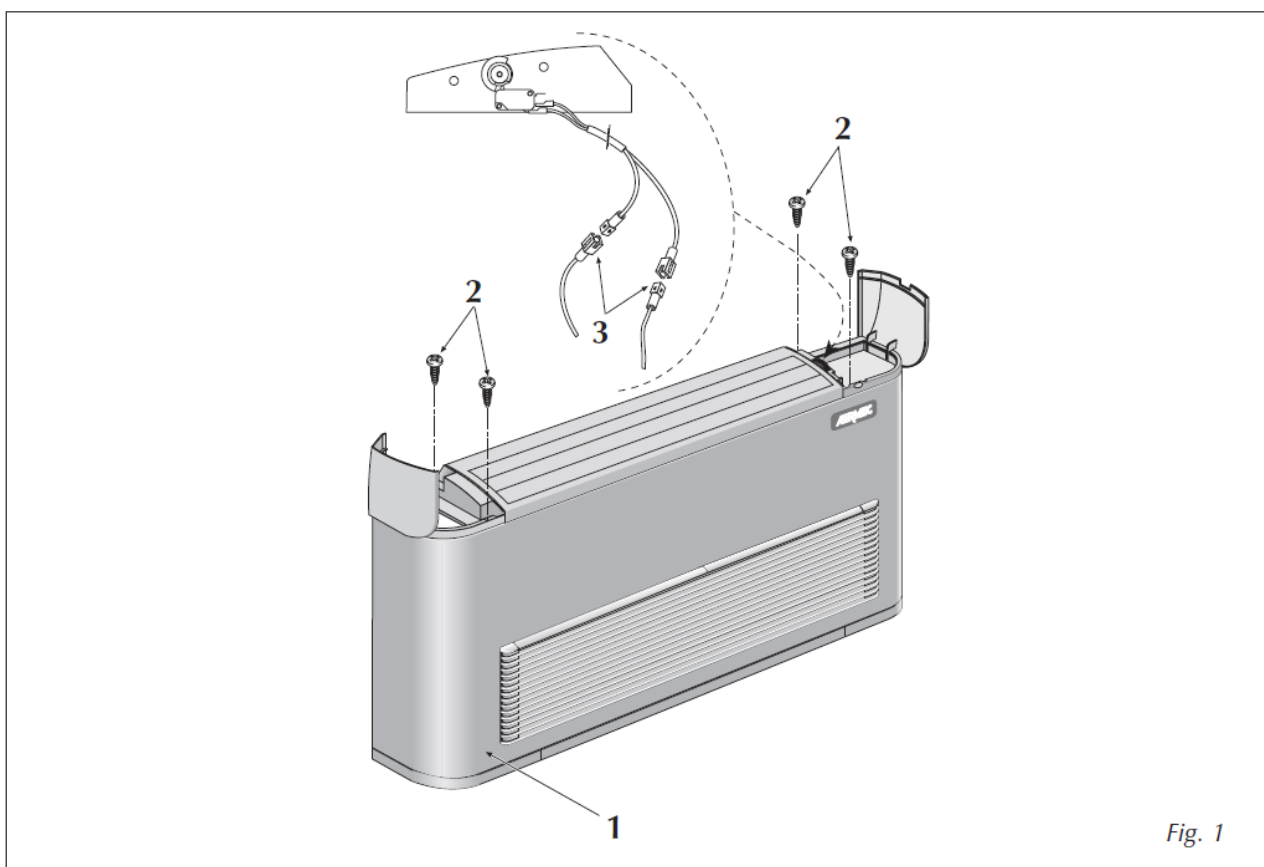

Fig. 1
- Retirer l'habillage (1 sur la fig.1) en desserrant les 4 vis (2) et en retirant les connecteurs électriques.
- Monter les quatre supports (4) sur les côtés de l'unité en introduisant la languette supérieure dans la fente prévue à cet effet et en fixant la partie inférieure sur la fiche au moyen des vis fournies.